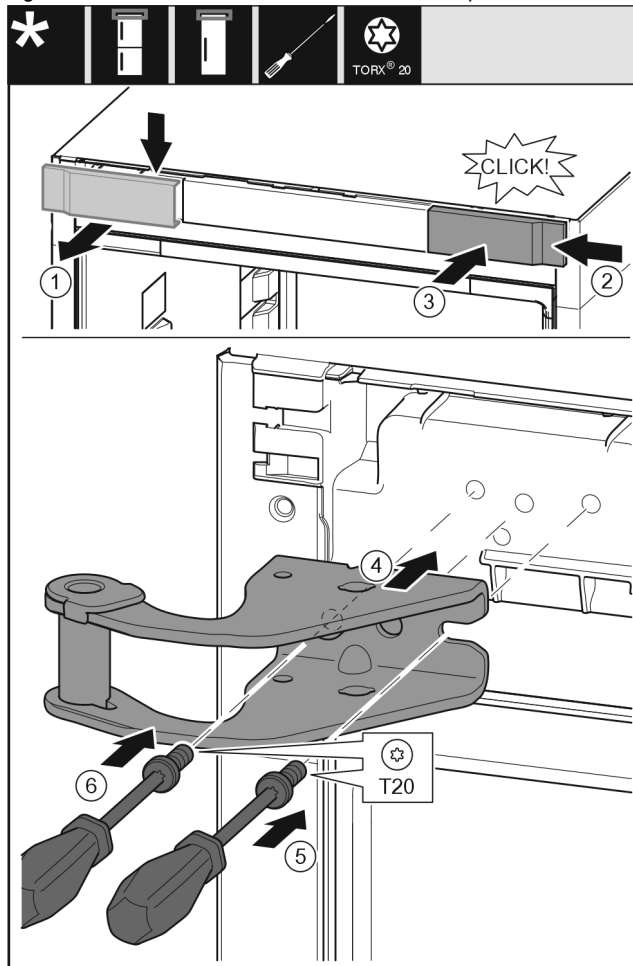

Fig. 15
- Hiqni kapakun mbulues Fig. 15 (1) nga lart duke e tërhequr përpara.
- Futni kapakun mbulues Fig. 15 (2) të rrotulluar me 180°, në anën tjetër nga e djathta.
- Mbërtheni në vend kapakun mbulues Fig. 15 (3).
- Vendosni bazamentin mbështetës të sipërm Fig. 15 (4).
- Vendosni vidën Fig. 15 (5) me një kaçavidë dhe shtrëngojeni fort.
- Vendosni vidën Fig. 15 (6) me një kaçavidë dhe shtrëngojeni fort.